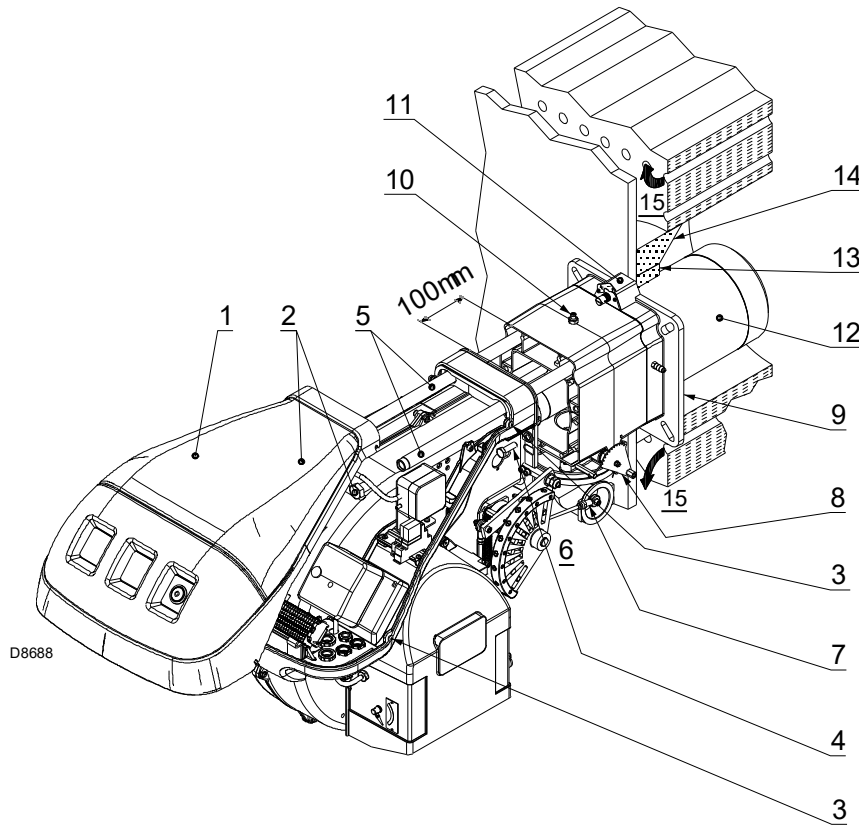

Fig. 11
Seleccionar la longitud del tubo de llama 12)(Fig. 11, pág. 15) en base a las indicaciones del fabricante de la caldera; tener en cuenta que siempre debe ser mayor que el espesor de la puerta de la caldera más el material refractario.
Para calderas con paso de humos delantero 15)(Fig. 11, pág. 15) o con cámara de inversión de llama, colocar una protección de material refractario 13) entre el refractario de la caldera 14) y el tubo llama 12).
Separar el cabezal de combustión del resto del quemador, como se ilustra en Fig. 11.
Después de esta eventual operación, fijar la brida 11)(Fig. 11) a la placa de la caldera, interponiendo la junta aislante 9)(Fig. 11) suministrada en dotación.
- volver a montar el quemador en las guías 3) a unos 100 mm del manguito 4) - quemador en la posición que muestra en la Fig. 11, pág. 15;